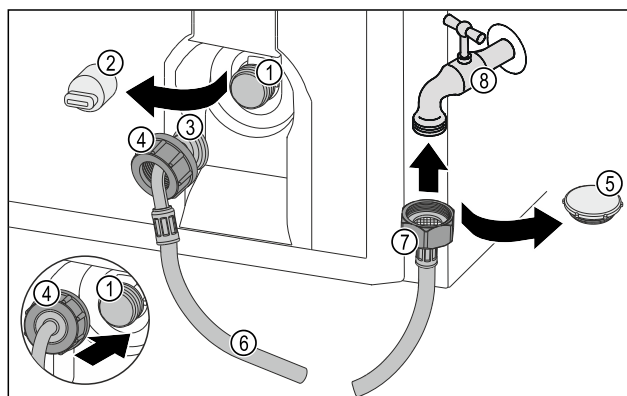

Fig. 63
- ▶ Retirer le capuchon de fermeture Fig. 63 (5).
- ▶ Placer l'extrémité de flexible droite Fig. 63 (7) sur le robinet d'eau Fig. 63 (8).
- ▶ Serrer l'écrou sur l'extrémité de flexible droite Fig. 63 (7) dans le sens des aiguilles d'une montre.